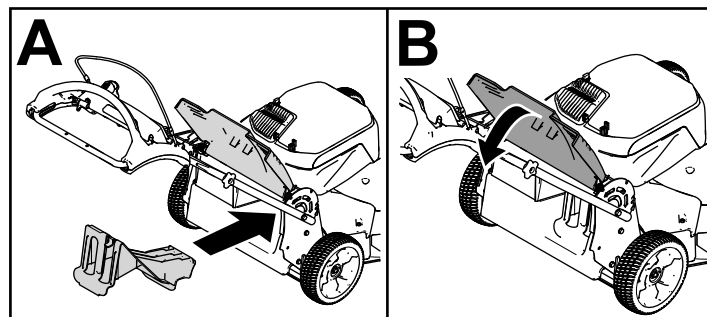

Figure 17
- Si l'obturateur d'éjection arrière n'est pas installé, saisissez-le par la poignée, relevez le déflecteur arrière et insérez-le dans la goulotte d'éjection arrière jusqu'à ce que le dispositif de blocage s'enclenche ; voir Figure 17.
Important: Assurez-vous que l'obturateur d'éjection arrière est en place avant de procéder au recyclage (Figure 17).